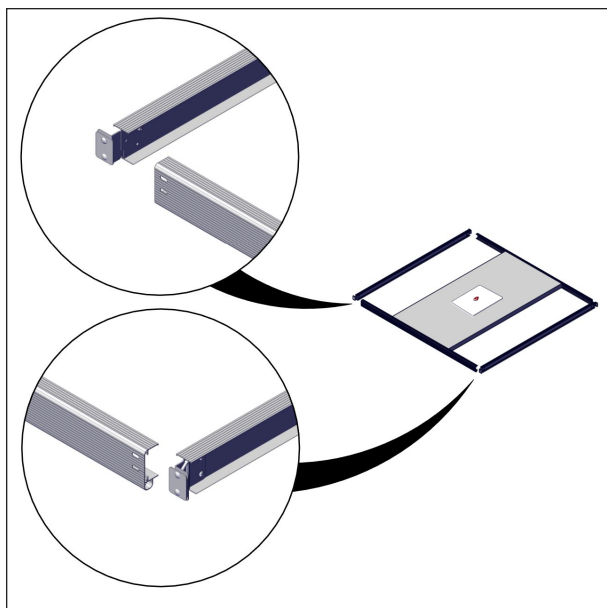
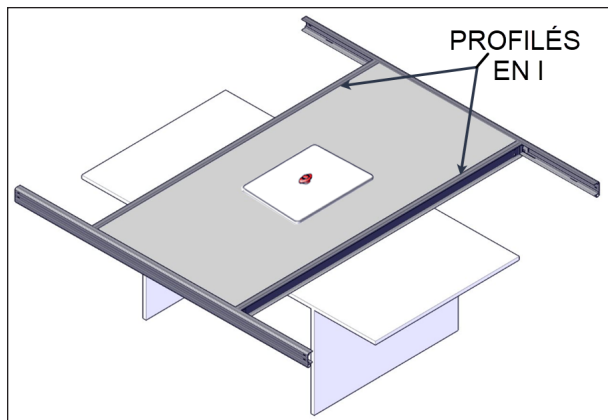
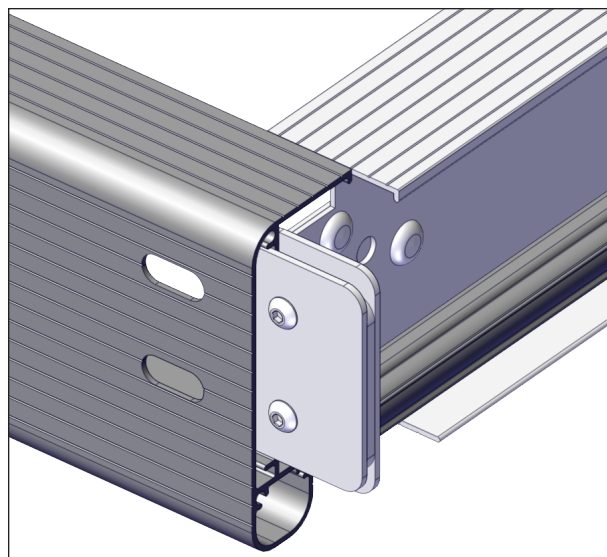

FIGURE 24: INSTALLATION DES PROFILÉS EN I
FIGURE 25: POSITION FINALE DES PROFILÉS EN I
FIGURE 26: INSTALLATION DU PROFILÉ EN I SUR LE PROFILÉ EN C
6. Glisser un profilé en I avec les plaques de fixation courtes I à C dans les profilés en C des deux côtés du panneau central, voir Figure 24 et Figure 25. Installer les profilés en I de manière à ce que la partie pliée du support I à C pointe vers l'extérieur, voir Figure 26.